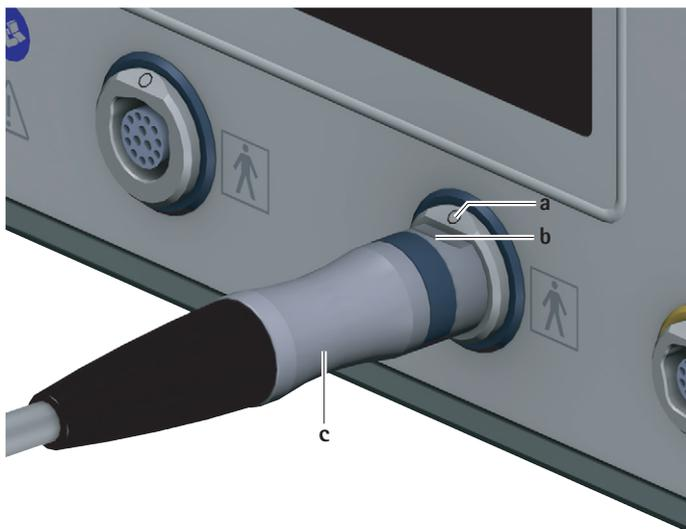

Рис. 3 Подключение моторного кабеля
- Выровнять штекер блока управления с на моторном кабеле таким образом, чтобы маркировка **b** на штекере соответствовала маркировке **a** на гнезде для рабочего элемента 7, см. Рис. 3.
- Вытянуть моторный кабель за штекер для блока управления с из гнезда для рабочих элементов 7, см. Рис. 3.